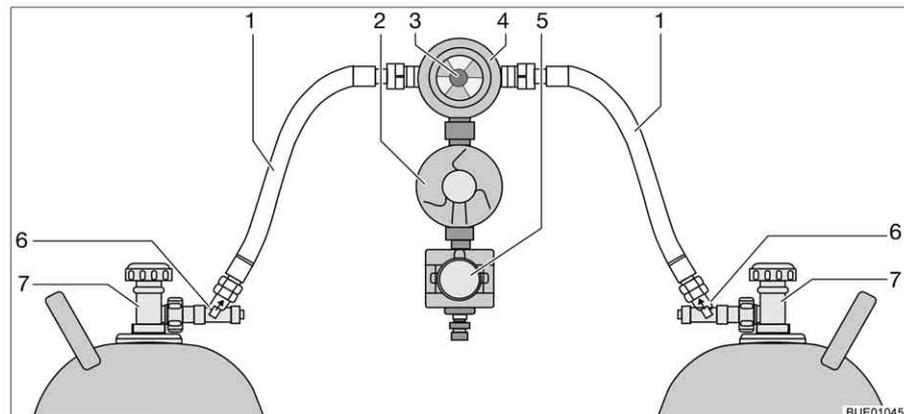

Fig. 99 Instalación de conmutación Crash-Protection-Unit
La Crash-Protection-Unit se compone de dos restrictores de desbloqueo manual (Fig. 99,6), una válvula selectora (Fig. 99,4) con regulador de presión (Fig. 99,2), una electroválvula (Fig. 99,5) y la unidad de mando con LED de tres colores. La válvula selectora está montada entre las dos gomas del gas (Fig. 99,1).
Con el botón giratorio (Fig. 99,3) en la válvula selectora se puede determinar cuál de las bombonas de gas se utilizará como bombona de servicio y cuál bombona de gas como bombona de reserva.
En la unidad de mando (Fig. 100) únicamente pueden conmutarse las funciones eléctricas. Las llaves de paso principales de las bombonas de gas (Fig. 99,7) y los desbloques (Fig. 99,6) deben abrirse a mano.
- Abrir las llaves de paso principales en las bombonas de gas (Fig. 99,7).
- Pulsar los desbloques (Fig. 99,6), uno tras otro, durante 10 segundos.
- Con el botón giratorio (Fig. 99,3) en la válvula selectora (Fig. 99,4), seleccionar la bombona de gas de la que habrá de tomarse el gas principalmente (bombona de servicio).
- Cerrar las llaves de paso principales en las bombonas de gas (Fig. 99,7).